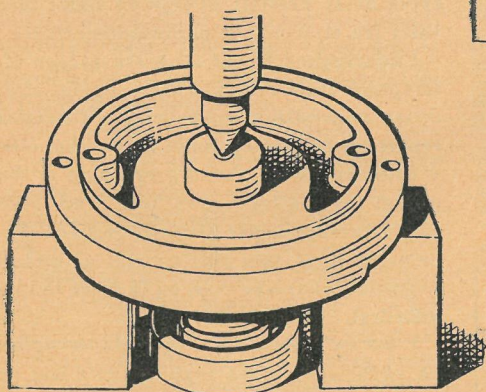

Fig. 10. Kuglelejet udtages.
2. Lejet presses ud af huset, og man bruger hertil en metaldorn, der sættes imod lejetappens indvendige flade (fig. 10).